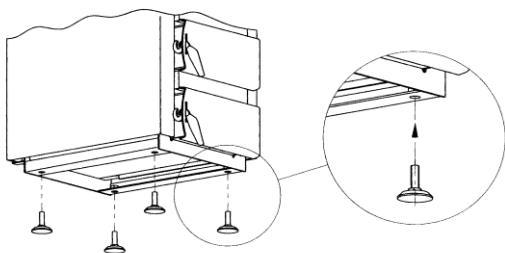

Рис.2 Выравнивание котла
- А. Котёл установить на огнеупорной поверхности, подложив теплоизолирующую пластину, выступающую минимум на 2 см. от корпуса котла. Если котёл расположен в подвале, рекомендуем установить его на фундаменте высотой 5-10 см. Котёл должен быть выровнен. Для выравнивания служат 4 ножки, поставляемые в комплекте, которые можно вкрутить в резьбовые отверстия, находящиеся в нижней части котла (Рис. 2)